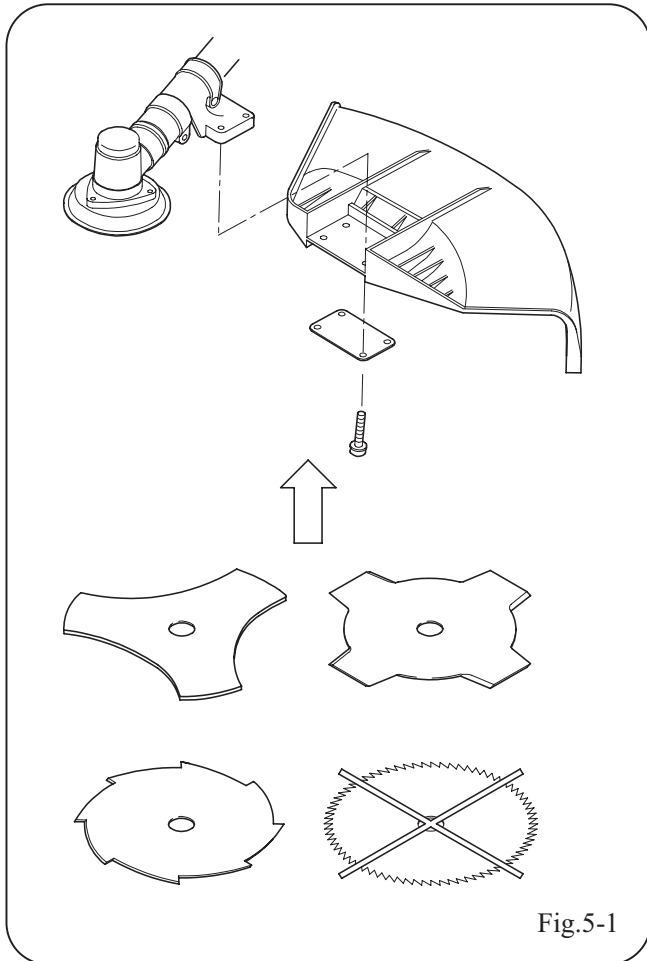

Fig.5-1
1. Pour des raisons de sécurité, il est impératif que l'unité soit utilisée avec la garde appropriée lorsqu'elle est équipée de la lame coupe-herbes.(Fig. 5-1)